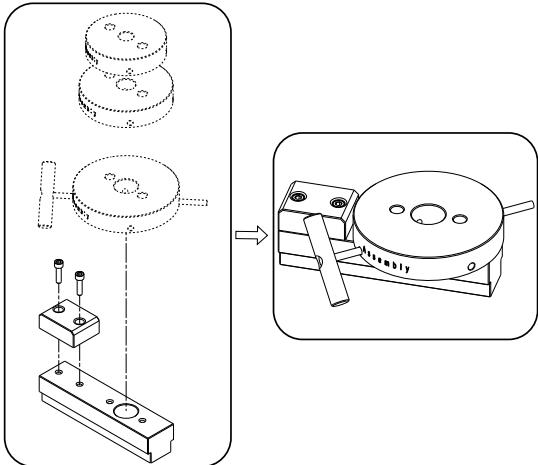

Рис. 17 Приспособление H1
- Соберите приспособление H1. См. рис. 17.